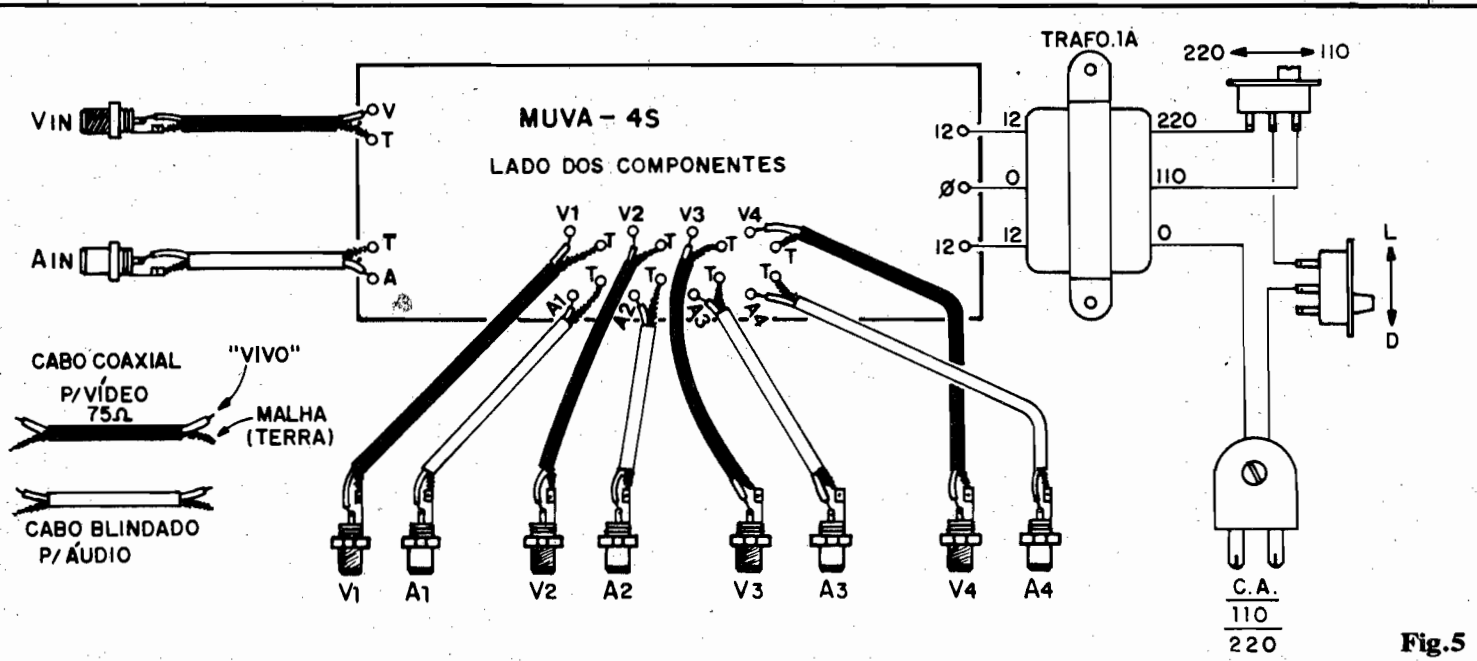

Fig.5
- FIG. 5 - CONEXÕES EXTERNAS À PLACA - O Circuito Impresso, ainda visto pelo lado dos